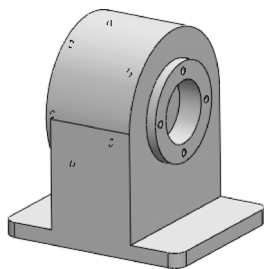

图 3-120 孔和孔阵列效果
STEP 8 同前面 **STEP 4** 和 **STEP 5** 的操作,在此固定孔实体上同样创建 M6 的孔,孔离圆心的距离为 32.5mm,并执行阵列操作,个数为 4,阵列出此处的所有螺栓孔,效果如图 3-120 所示。